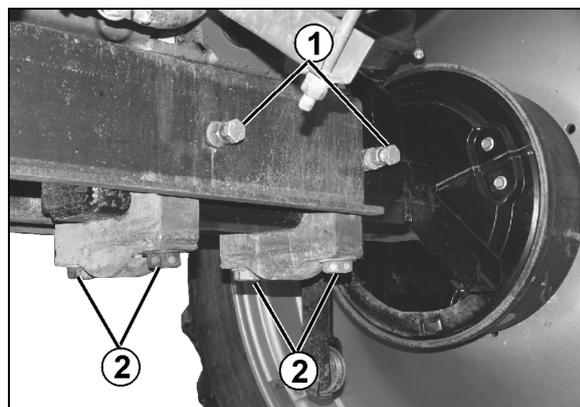

Fig. 135
4. Aflojar los tornillos de apriete (Fig. 135/1,2).
6. Para posicionar el eje, apretar primero los tornillos (Fig. 135/1) con un par de apriete de 210 Nm.
7. A continuación, apretar los tornillos (Fig. 135/2) con un par de apriete de 750 Nm.